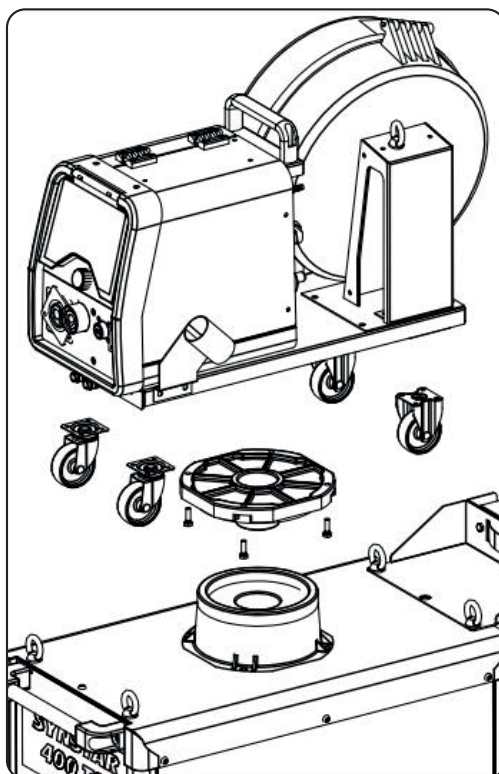

Fig. 2
- ◆ Monter le support mâle sur le dévidoir et le support femelle sur le générateur (voir fig. 2). Les petites roulettes doivent être montées à la base du dévidoir ainsi que sur le support de la torche (voir fig. 2). Le dévidoir assemblé doit être placé sur le support du générateur.